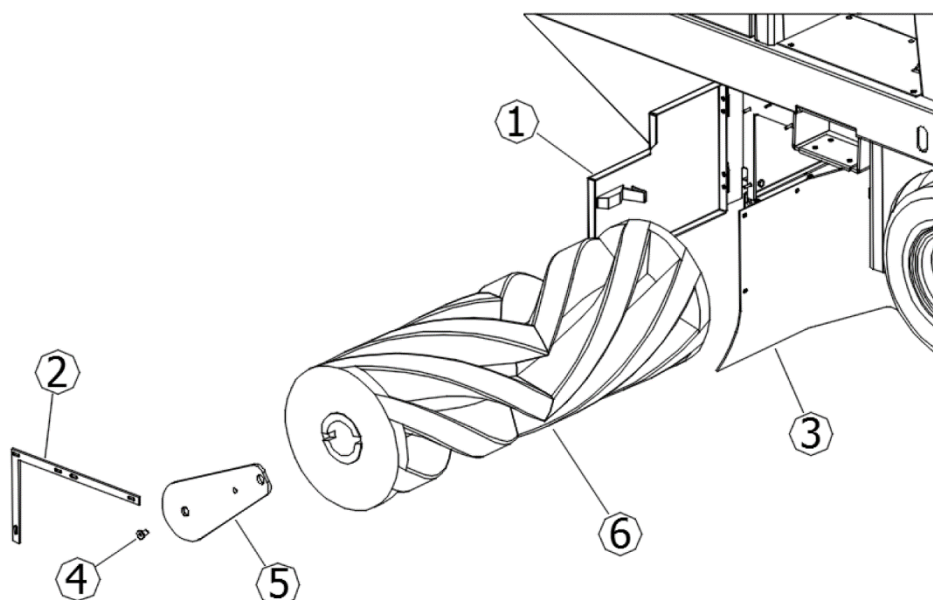

Figura 45
- Aprire lo sportello laterale destro (Part. 1 Figura 45)
- Smontare il fermaflap destro (Part. 2 Figura 45)
- Spostare il flap (Part. 3 Figura 45)
- Togliere la vite (Part. 4 Figura 45)
- Togliere il braccio di supporto (Part. 5 Figura 45)
- Togliere la spazzola vecchia (Part. 6 Figura 45)